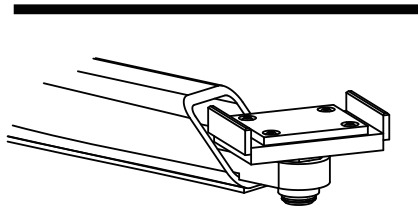

Fig. 1
2. Placer le véhicule sur l'élévateur. Vérifier de bien utiliser le bon adaptateur, Fig. 1.